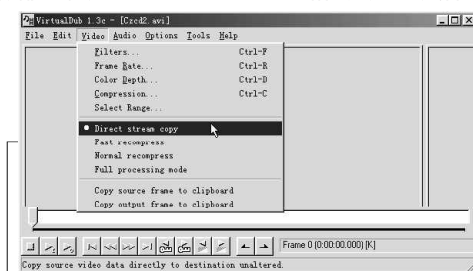

图6 选择“Video→Direct Stream Copy”项
4. 启动XZVirtualDub MPEG4压缩软件，进行最后的音频视频合成，生成最终MPEG4/MP3格式的AVI文件。先在菜单里选“File→Open video file”，打开上一步骤准备好的AVI文件，然后选择“Video→Direct Stream Copy”(直接流文件拷贝，图6)，再